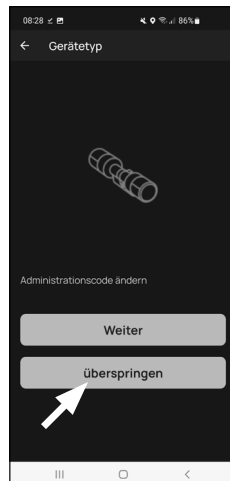

Abb. 7
- Sie erhalten einen Hinweis, dass Sie Ihren Administratorcode ändern können. Da Sie bei Auslieferung bereits einen zufallsgenerierten Administratorcode erhalten haben, ist dieser Schritt nur optional. Sie können ihn mit „Überspringen“ auslassen (Abb. 7).